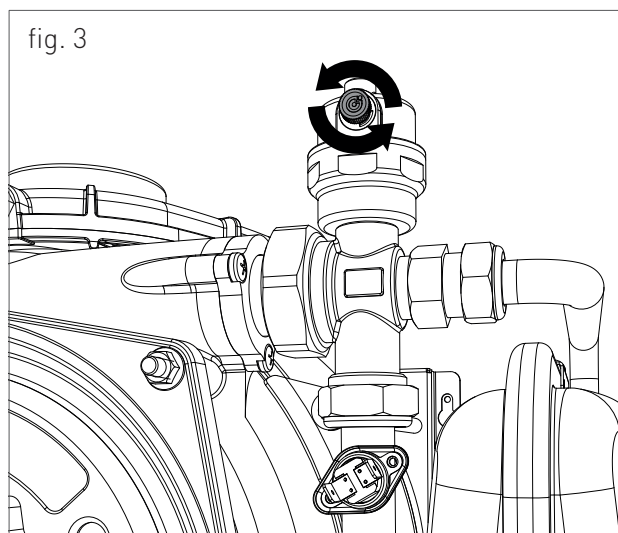

fig. 3
Pentru poziționarea centralei, procedați după cum urmează (vezi fig. 3):
3. slăbiți ușor capacul supapei de siguranță așezat pe partea superioară a blocului de condens (fig. 3) pentru a elibera aerul din partea superioară a sistemului;